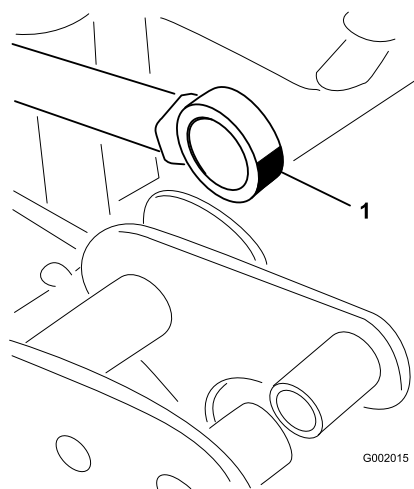

Figura 109
5. Gire la rótula y aplique grasa al cojinete (Figura 109).